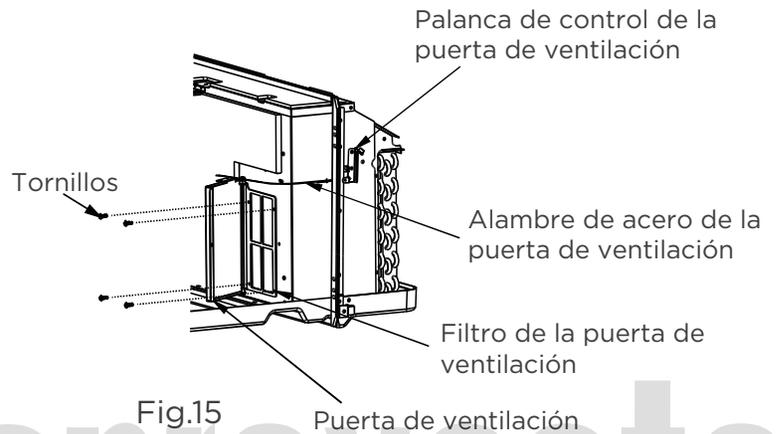

Fig.15
- Gire la palanca de control de ventilación para abrir la puerta de ventilación. (Ver Fig. 15)
- Retire los cuatro tornillos del filtro de la puerta de ventilación. (Ver Fig. 15)
- Primero, extraiga el cable de acero de la puerta de ventilación del orificio de la puerta y, después, retire la puerta de ventilación y el filtro. (Ver Fig. 15)